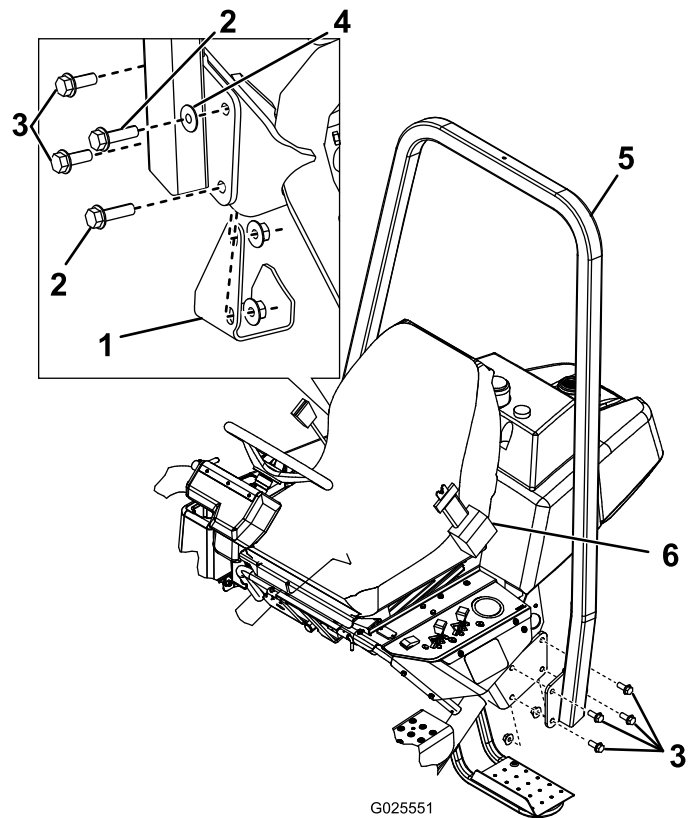

Figura 6
- Baje el bastidor ROPS (Figura 6) sobre los soportes de montaje, alineando los taladros de montaje.
- Sujete cada lado de la barra anti-vuelco a los soportes de montaje con 4 pernos (½" x 1½") y contratuercas (Figura 6). Apriete las fijaciones a 91–115 N·m.
- Sujete cada lado de la barra anti-vuelco, y el apoyo del gato que retiró anteriormente, al soporte de montaje con 2 pernos (½" x 1½"), 2 pernos (½" x 1¾"), 1 arandela y contratuercas, según se muestra en Figura 6. Apriete las fijaciones a 91–115 N·m.
Importante: Asegúrese de instalar la arandela en la posición correcta, según se muestra en Figura 6.